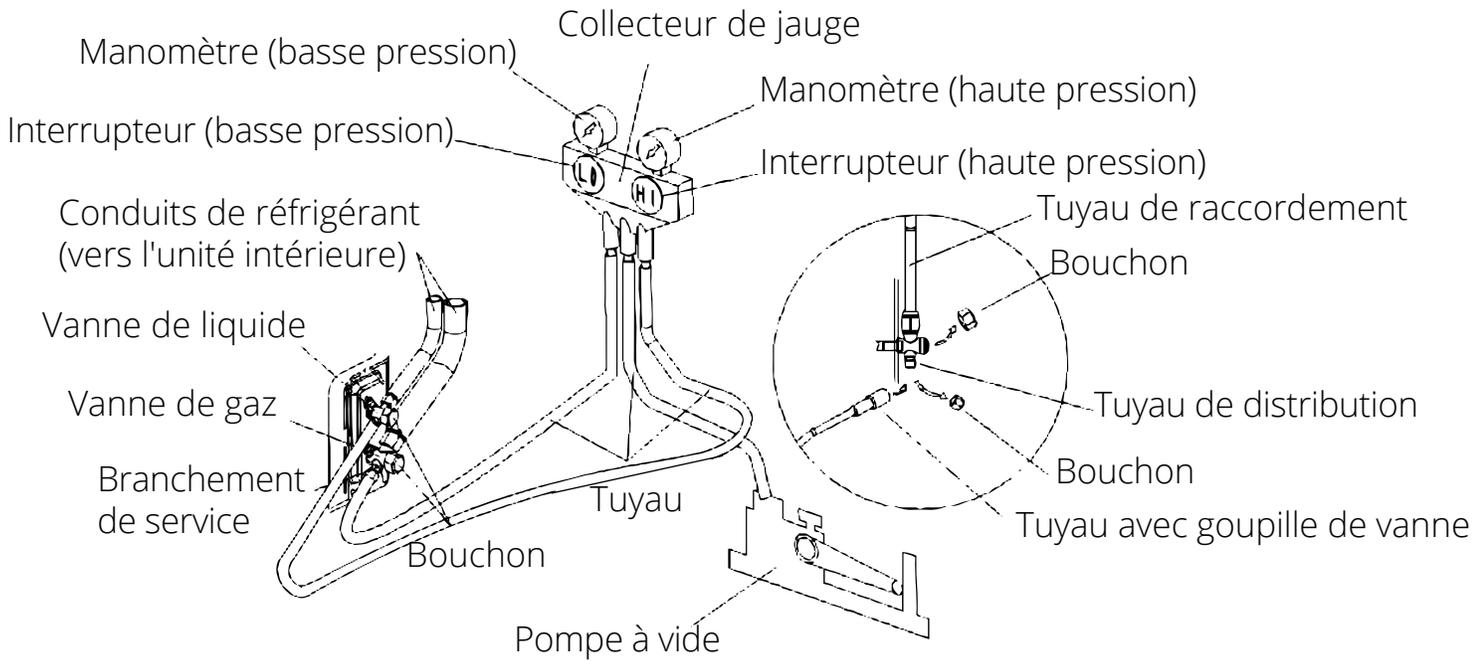

Fig. 2.20
1. Visser l'écrou évasé du tuyau de raccordement évasé sur la vanne de l'unité extérieure. Consulter les **Fig. 2.19** et **Fig. 2.20**, en utilisant les valeurs de couple du tableau ci-dessous.
Voir **Fig. 2.20**